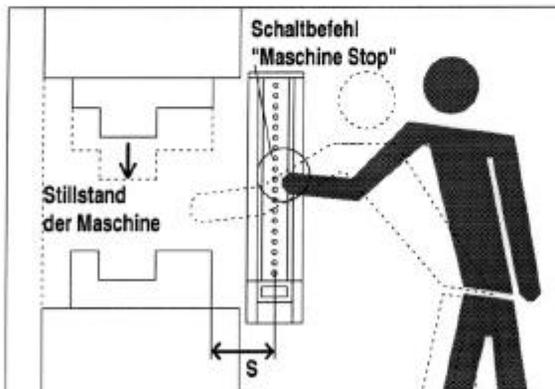

Abbildung 4-2 Sicherheitsabstand S
2. Ein ausreichender Sicherheitsabstand ist zwischen Schutzfeld und nächstgelegener Gefahrstelle einzuhalten (Abbildung 4-2) und die gefahrbringende Bewegung muß zum Stillstand gekommen sein, bevor die Gefahrstelle erreicht werden kann.